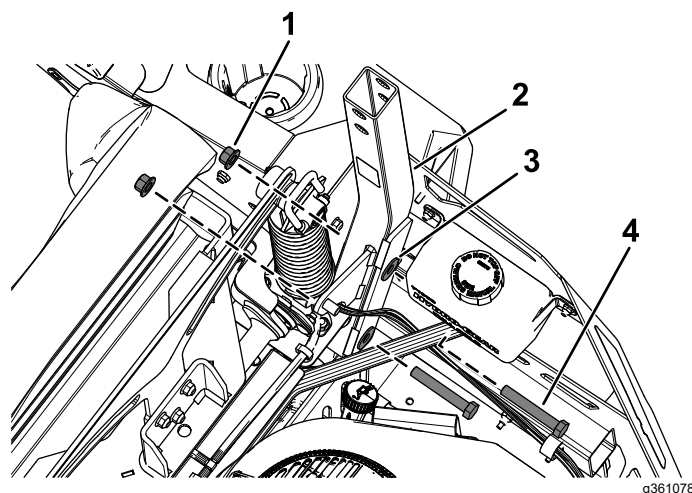

Рисунок 3
1. Прикрепите, не затягивая, узлы нижних защитных дуг к газонокосилке с помощью 2 болтов с шестигранными головками (½ x ¾ дюйма), 2 пружинных шайб и 2 контргаек (½ дюйма) с каждой стороны (Рисунок 3).